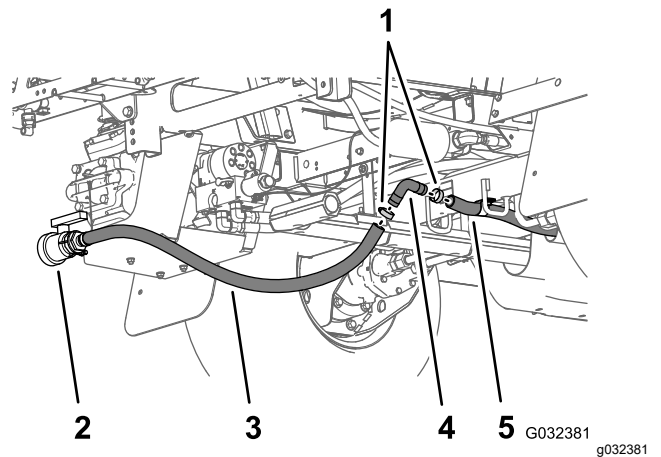
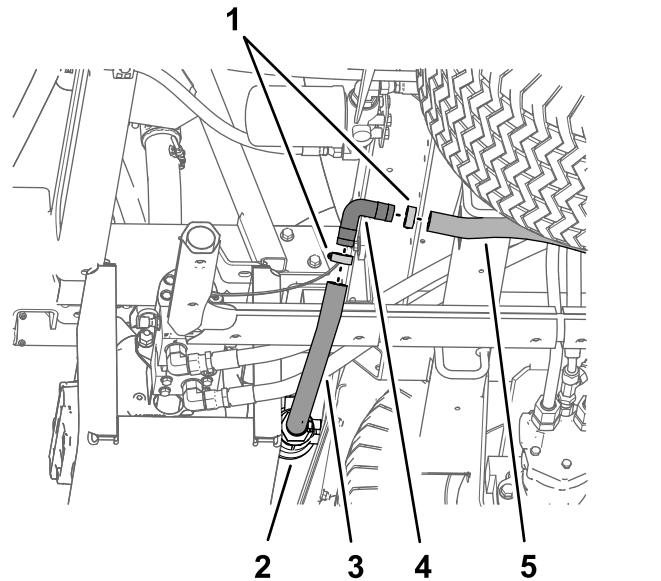

Figure 46
Figure 47
8. Insérez le raccord à 90° cannelé que vous avez retiré à l'opération 3 dans le flexible de vanne de vidange et le flexible de vidange de cuve arrière (Figure 46 et Figure 47).
9. Fixez le raccord à 90° cannelé et les flexibles de vidange à l'aide des 2 colliers que vous avez retirés à l'opération 2 (Figure 46 et Figure 47).